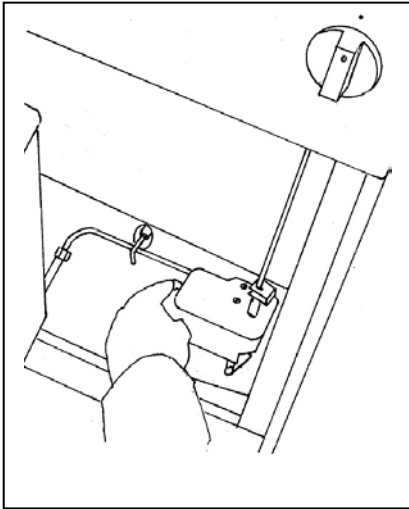

Bild 3
- Sicherheitsfalle (11) am Ölregler (12) anheben (Bild 3)
- Tankabsperrventil (4) durch 4 Umdrehungen nach links öffnen.
- Regulierknebel (3) in den roten Bereich drehen bzw. auf Stellung „6“ einstellen
- Kochplatte (2) aufklappen, wenn nicht schon geschehen